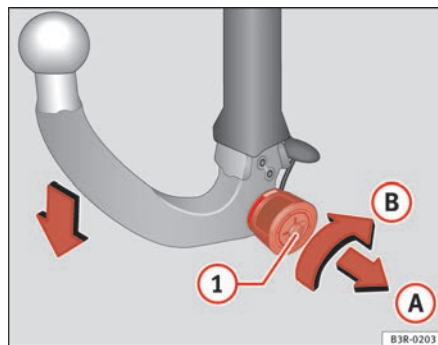

Fig. 156 Dispositivo di traino asportabile. Come smontare il gancio a testa sferica
- Inserire la chiave nella serratura della rotella **1** ⇒ fig. 156.